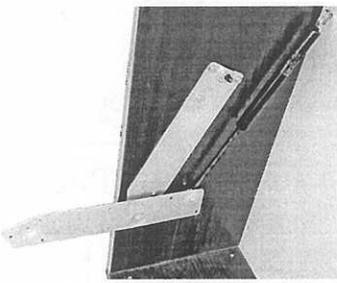
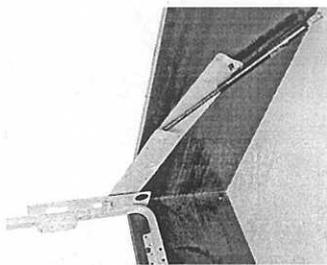
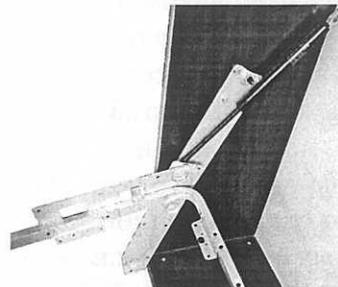
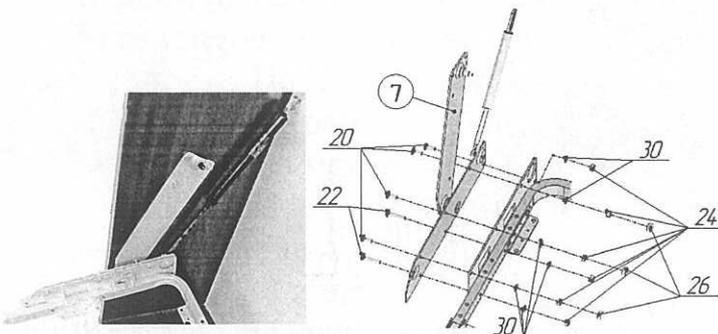

Рис.7.1 Слева
Рис.7.5 Слева
Рис.7.7 Слева
Рис.7.9 Слева
7. Привести пластины механизмов в исходное положение, соответствующее рис. 7.1 и 7.2. Повернуть пластины механизма в положение, соответствующее рисункам 7.3 и 7.4. Завести собранную раму кровати между пластинами механизмов в соответствии с рис. 7.5 и 7.6. Поднять край рамы вверх,- в положение, соответствующее рис.7.7 и 7.8. Повернуть пластины механизмов в положение, соответствующее рисункам 7.9 и 7.10. Соединить пластины механизмов и пластины рамы в соответствии с рисунками 7.9. и 7.10, используя винты М8х20 поз.20, М8х40 поз.22, гайки М8 со стопорным кольцом поз.24, шайбы Ø8х18 стальные поз.30 (рис.7.9 и 7.10). На гайки винтов М8х20 надеть колпачки пластмассовые большие поз.26 в соответствии с рис. 7.9. и 7.10